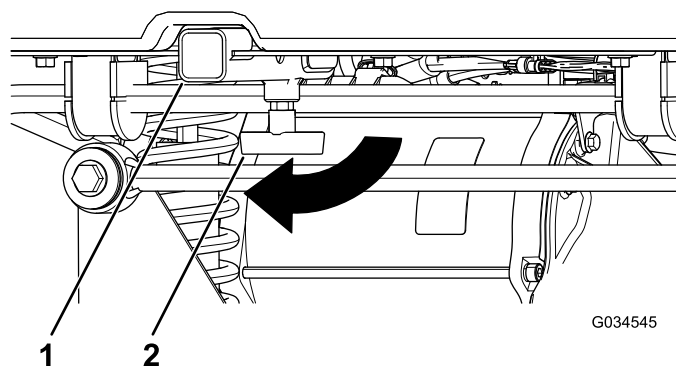

Figure 20
1. Desserrez la poignée en « T » en la tournant dans le sens horaire (Figure 20).
2. Insérez l'accessoire dans le récepteur jusqu'à ce que les trous soient alignés (Figure 20).